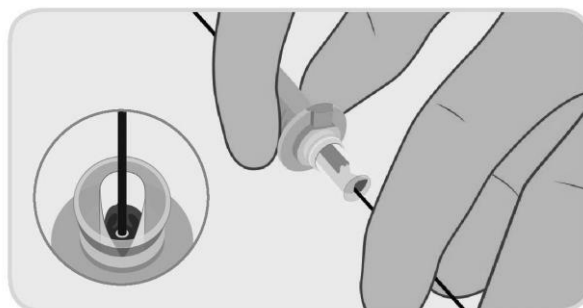

Figura 7. Caricamento del filo guida nella cannula del dispositivo.
- a. Usare una soluzione salina non eparinata per lubrificare il filo guida durante l'introduzione. Introdurre il filo guida nell'impianto all'interno della cannula di caricamento, Figura 7. Continuare a introdurre il filo guida fino a farlo fuoriuscire dalla parte posteriore dell'impugnatura del dispositivo di chiusura PerQseal®. Tenere l'introduttore a guaina PerQseal® ad un'angolazione bassa rispetto all'asse longitudinale dell'arteria (ad es. 20°) e quanto più possibile dritto per evitare piegamenti.
*Nota 2: Afferrare solo la parte posteriore della cannula di caricamento durante l'inserimento, come indicato in Figura 7.*